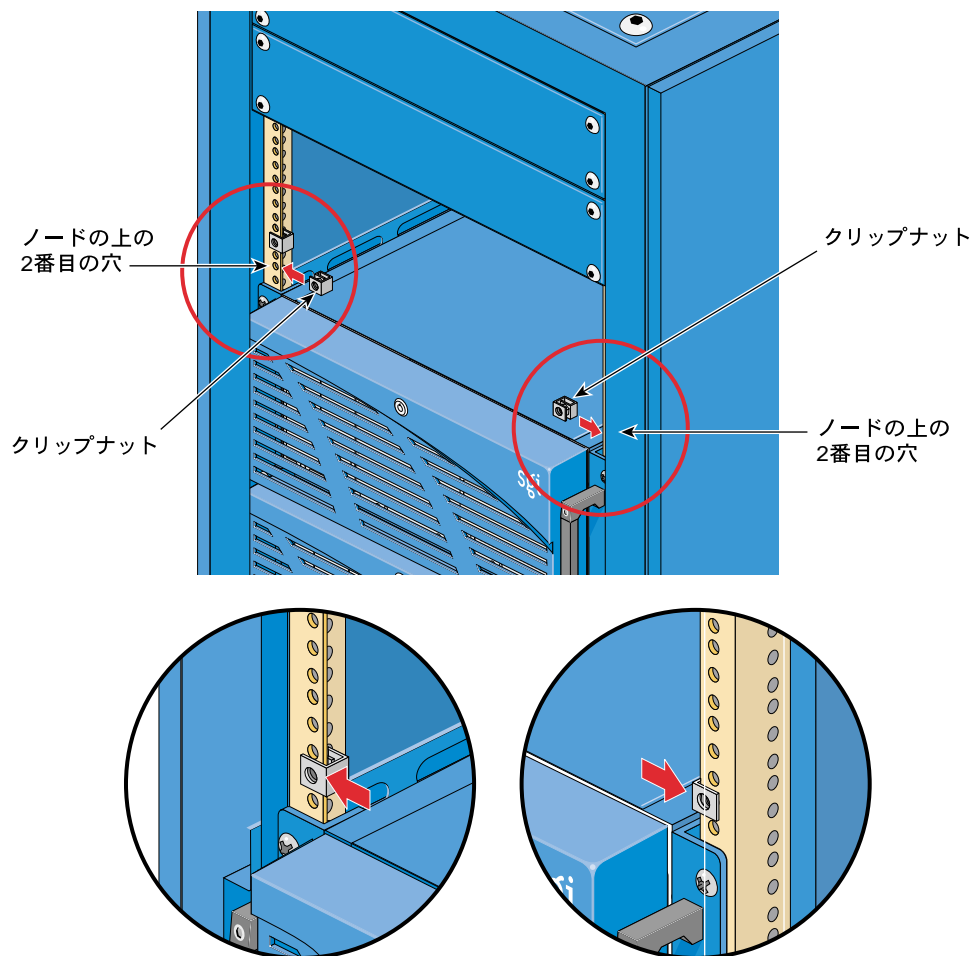

図 4-13 クリップナットの取り付け
- ラック両側の各スライドについて、上記の手順を繰り返します（図 4-13 を参照）。